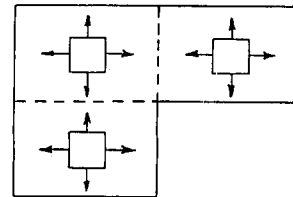

FIG. 3 - Montez l'unité au plafond, au centre de l'endroit à purifier.
Le purificateur d'air électronique devrait être monté dans une section du plafond près du centre de la pièce. L'air est aspiré par le dessous du purificateur d'air et recirculé dans quatre (4) directions. Divisez les pièces plus grandes en sections et utilisez une unité au centre de chaque section (voir Fig. 3).